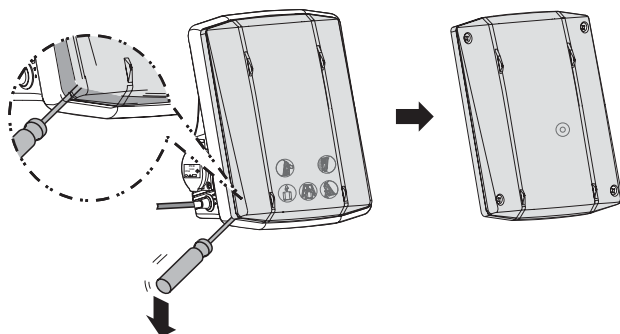

bild 14
5.1.2 Lyft på alla fyra sidor av det täckande gummiskyddet, för att kunna lyfta upp skyddet från huven (bild 14).